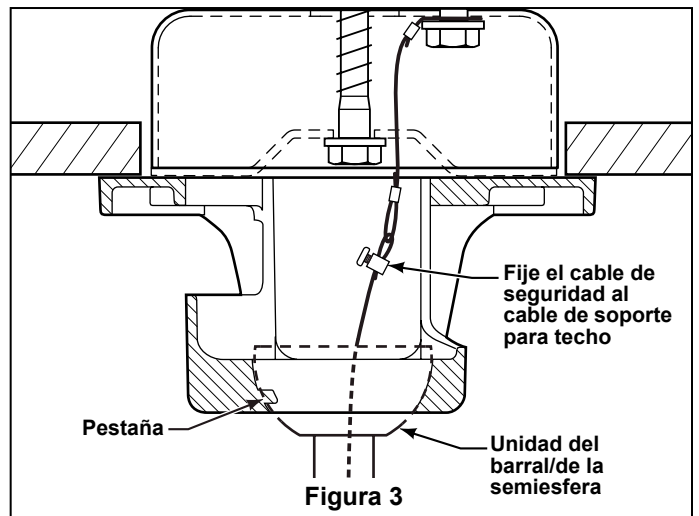

Figura 3
5. Con cuidado, levante la unidad del ventilador y apoye el poste de extensión/la semiesfera/el tubo horizontal en el soporte de suspensión que acaba de fijar a la viga del techo. Asegúrese de que la ranura en la semiesfera esté alineada con la pestaña del soporte de suspensión. (Figura 3)
6. Fije el cable de seguridad al cable de soporte para techo. Deslice la abrazadera de cables por el cable de seguridad (del ventilador). Pase el extremo del cable a través del aro que forma el cable de soporte para techo. Tire lo más posible del cable a través del aro. Inserte el extremo del cable en el orificio de la abrazadera y ajuste firmemente el tornillo (Figura 3). Corte el exceso de cable de seguridad.